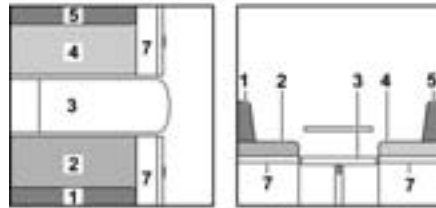

Bild 109 Während des Umbaus
- Sitzbankverlängerung (Bild 109,7) nach oben klappen und mit Klappe verkeilen.